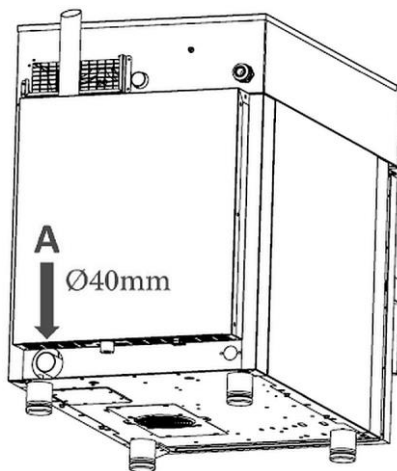

Рис. 5
- Подключение (А, рис. 5) расположено на задней стенке прибора и имеет диаметр 40 мм.